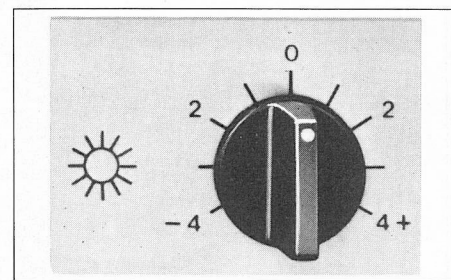

Bild 12 Stellknopf Sonne
4.1.5 Schalter (Bild 12)
Stellknopf SONNE (Bild 12)
Stellknopf SONNE (Bild 12) wie 4.2.1